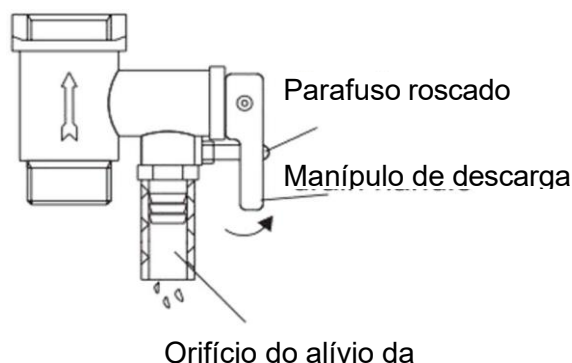

Fig.2
- (1) A tomada de alimentação deve ser ligada à terra corretamente. A corrente nominal não deve ser inferior a 10A. A tomada e a ficha devem ser mantidas secas para evitar fugas elétricas. Verifique periodicamente se há bom contacto entre a tomada e a ficha. O método de inspeção é o seguinte: insira a ficha na tomada, após meia hora de utilização, desligue o acumulador, retire a ficha e verifique se a água está quente. Se sim (mais de 50 °C), ligue a ficha a uma tomada com bom contacto para evitar danos na ficha, incêndios ou outros acidentes pessoais resultantes de um mau contacto.
- (2) Nos locais ou nas paredes onde a água pode salpicar, a altura de instalação da tomada não deve ser inferior a 1,8 m.
- (3) A parede em que o acumulador de água termoelétrico está instalado tem de poder suportar uma carga mais de duas vezes superior à do acumulador cheio de água, sem deformações nem fissuras. Caso contrário, devem ser adotadas outras medidas de reforço.
- (4) A válvula de segurança unidirecional fornecida com o equipamento deve ser instalada na entrada de água fria do mesmo.
- (5) **Na primeira utilização (ou na primeira utilização após manutenção ou limpeza), o acumulador não pode ser ligado até estar completamente cheio de água. Durante o enchimento, pelo menos uma das válvulas de saída deve estar aberta para permitir a saída de ar. Esta válvula pode ser fechada depois de o acumulador estar completamente cheio de água.**
- (6) **Durante o aquecimento, podem pingar gotas de água do orifício de alívio da pressão da válvula de segurança unidirecional.** É um fenómeno normal. Caso saia uma grande quantidade de água a pingar, contacte um técnico qualificado para reparar. Este orifício de alívio da pressão não deve ser bloqueado em nenhuma circunstância; caso contrário, o acumulador pode ser danificado, podendo resultar em acidentes perigosos.
- (7) O tubo de descarga ligado ao orifício de alívio da pressão deve estar orientado para baixo.
- (8) Visto que a temperatura da água no interior do acumulador pode atingir os 75 °C, a água quente não deve ser orientada para o corpo humano quando utilizada pela primeira vez. Regule a água para uma temperatura adequada para evitar escaldões.
- (9) Para drenar a água da cuba interna, pode fazê-lo a partir do orifício de saída (rode o parafuso roscado do orifício). Também pode fazê-lo pela válvula de segurança unidirecional (rode o parafuso roscado da válvula de segurança unidirecional e levante o manípulo). (ver fig.2)
- (10) Se o cabo de alimentação estiver danificado, deve ser utilizado um cabo de alimentação fornecido pelo fabricante e a sua substituição ser feita por um técnico qualificado.
- (11) Se qualquer peça ou componente deste acumulador de água termoelétrico estiver danificado, contacte um técnico qualificado para proceder à reparação e utilize as peças sobressalentes e componentes fornecidos pela nossa empresa.